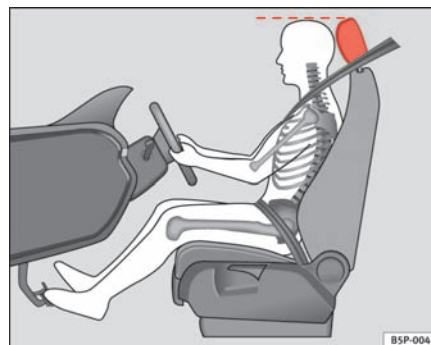

Fig. 2 Sådan sidder førerens hovedstøtte korrekt.
- Indstil hovedstøtterne således, at hovedstøttens øverste kant er på højde med den øverste del af dit hoved ⇒ **fig. 2.**